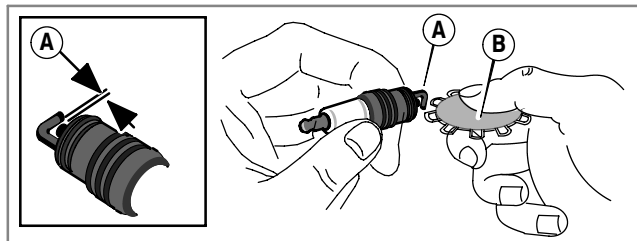

Figura 11
Sostituire la candela una volta all'anno. Controllare la distanza tra gli elettrodi (A, Figura 11) con uno spessore (B). Se necessario, ripristinare la distanza. Montare e serrare la candela al valore di coppia prescritto. Per i valori della coppia di serraggio o della distanza tra gli elettrodi, consultare la sezione **Dati tecnici**.